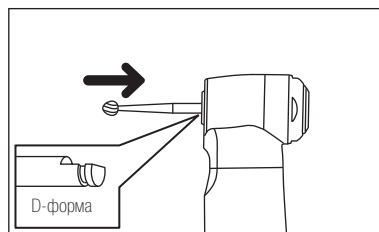

Рис. 1
- 2) Вставьте бор в цангу и слегка поверните его, чтобы он попал в зажимной механизм (Рис. 1).